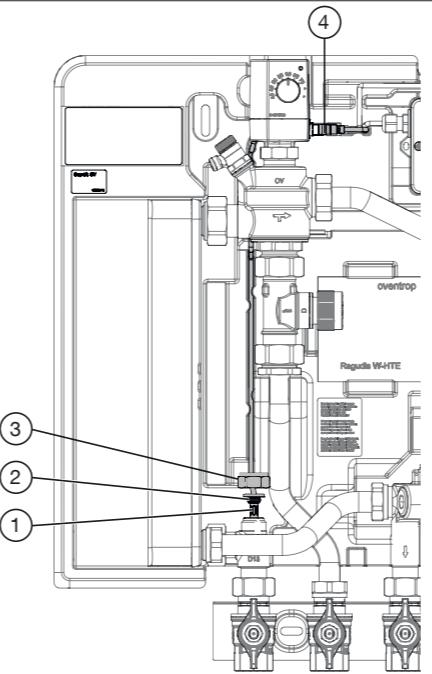

Fig. 2: Démontage/Montage du capteur de température d'E.C.S.
2. Ouvrir le robinet de purge (voir Fig. 2 (1)) pour détendre le tronçon de l'installation.